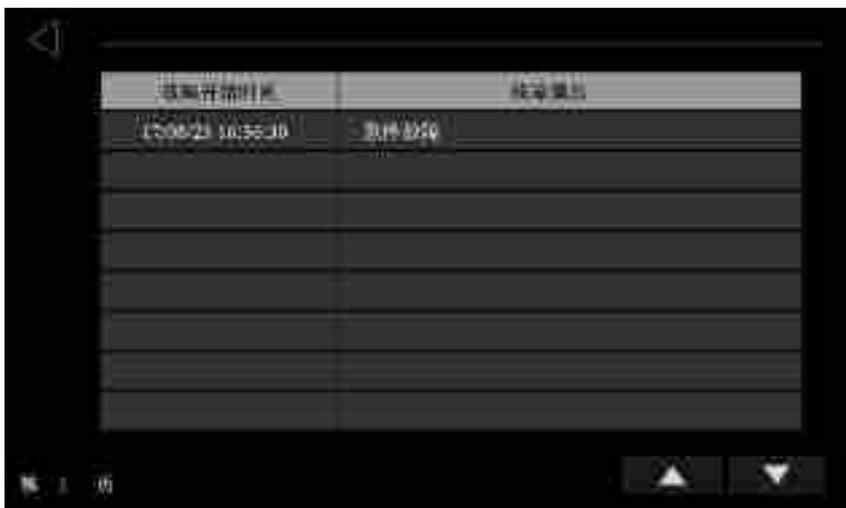

图 4-4 当前故障界面
- 步骤 2 点击“”按钮，进入“当前故障”界面，在故障消除后，在此界面对应的故障信息也会消除，可以通过点击“”图标查看上一页内容、点击“”图标查看下一页内容，如图 4-4 所示。